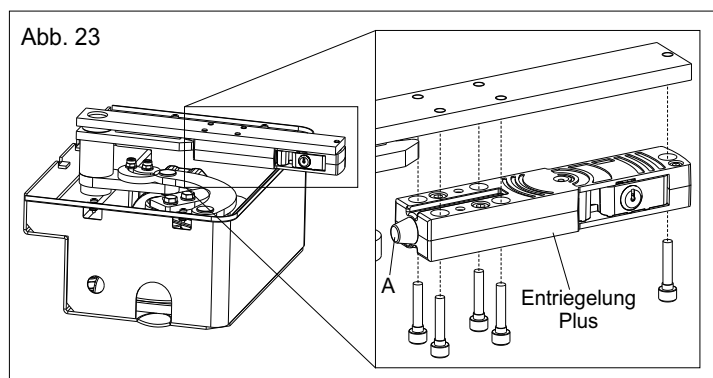

Abb. 23
5.2. Den Aufhängungsstift (A) gut schmieren und das Entriegelungssystem unter den Flügelsatz mit Hilfe der 5 mitgelieferten Schrauben (Abb. 23) montieren.